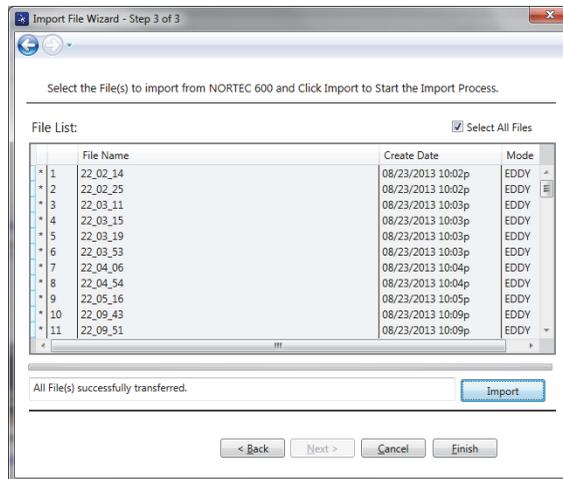

Figura 6-5 Import File Wizard: transferencia completada
- Después que todos los archivos hayan sido transferidos, haga clic en **Finish** (finalizar) para salir del asistente. Vea la Figura 6-5 en la página 332.